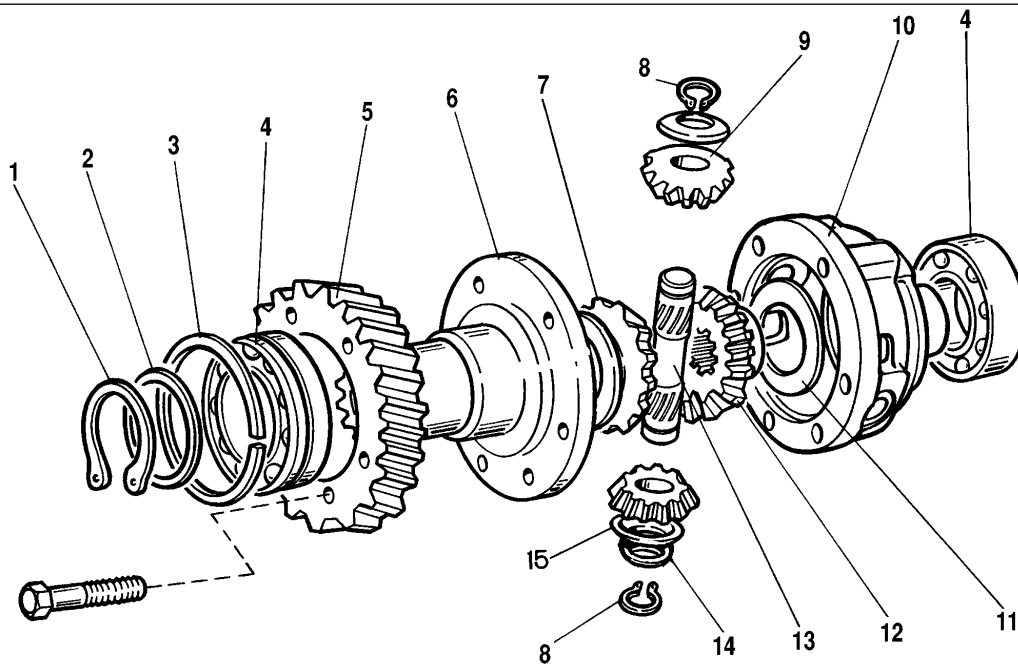

Fig. 3-42. Eléments du différentiel de la boîte de transfert:
- démonter la bague d'arrêt 1 (fig. 3-42) et la rondelle élastique 2 du roulement avant;
- déposer les bagues d'arrêt 8 (fig. 3-42) et la rondelle élastique 14, ensuite extraire à la presse l'axe porte-satellites, démonter les satellites et pignons de commande des ponts moteur au complet de rondelle-arrêteurs.
La rondelle à ressort 15 étant démonté (fig. 3-42), s'assurer de manque de déplacement radial des bagues d'arrêt 8 dans des rainures de l'axe 14. Au cas du jeu relevé remplacer les bagues d'arrêt.